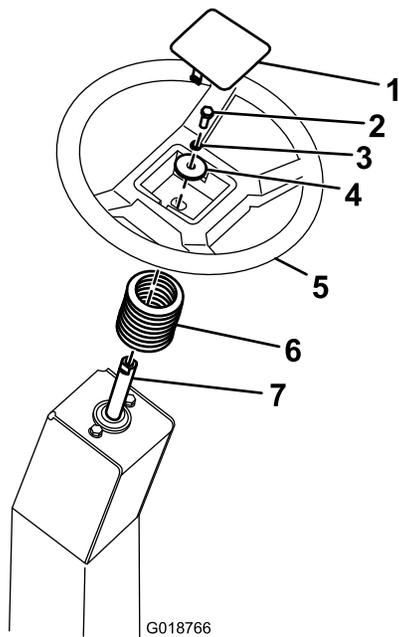

Figura 5
1. Coloque el fuelle de protección sobre la columna (Figura 5).